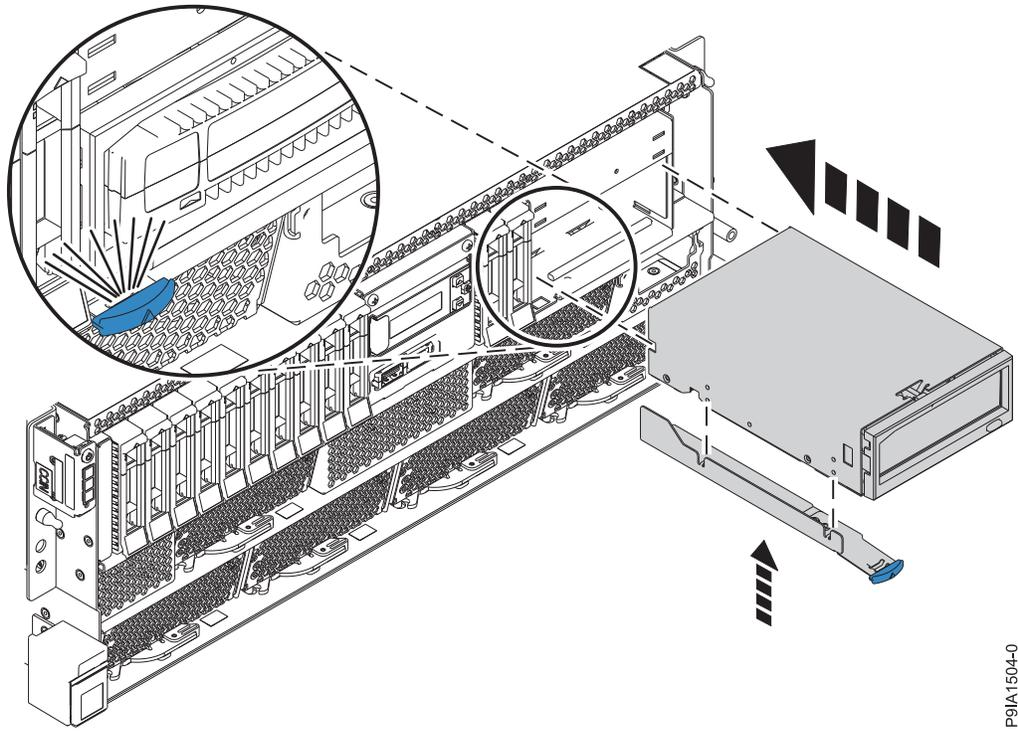
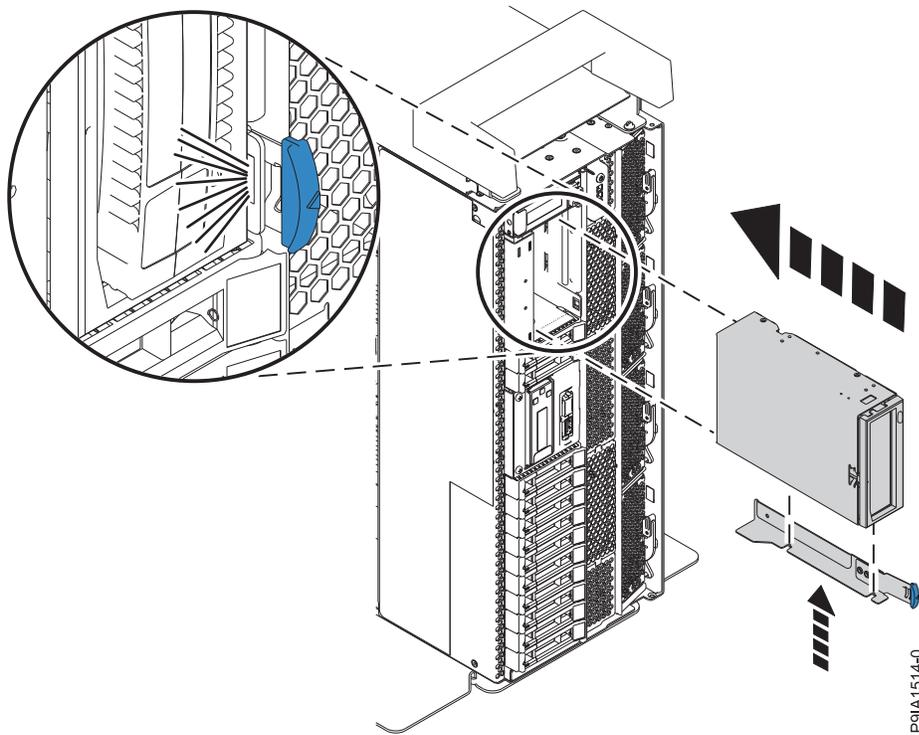

Figure 6. Remise en place de la station d'accueil RDX interne dans un système monté en armoire
Figure 7. Remise en place de la station d'accueil RDX interne dans un système autonome
8. Faites glisser la station d'accueil RDX interne dans le système jusqu'à ce qu'elle s'enclenche, comme illustré dans la figure 6, à la page 9 ou la figure 7, à la page 9.